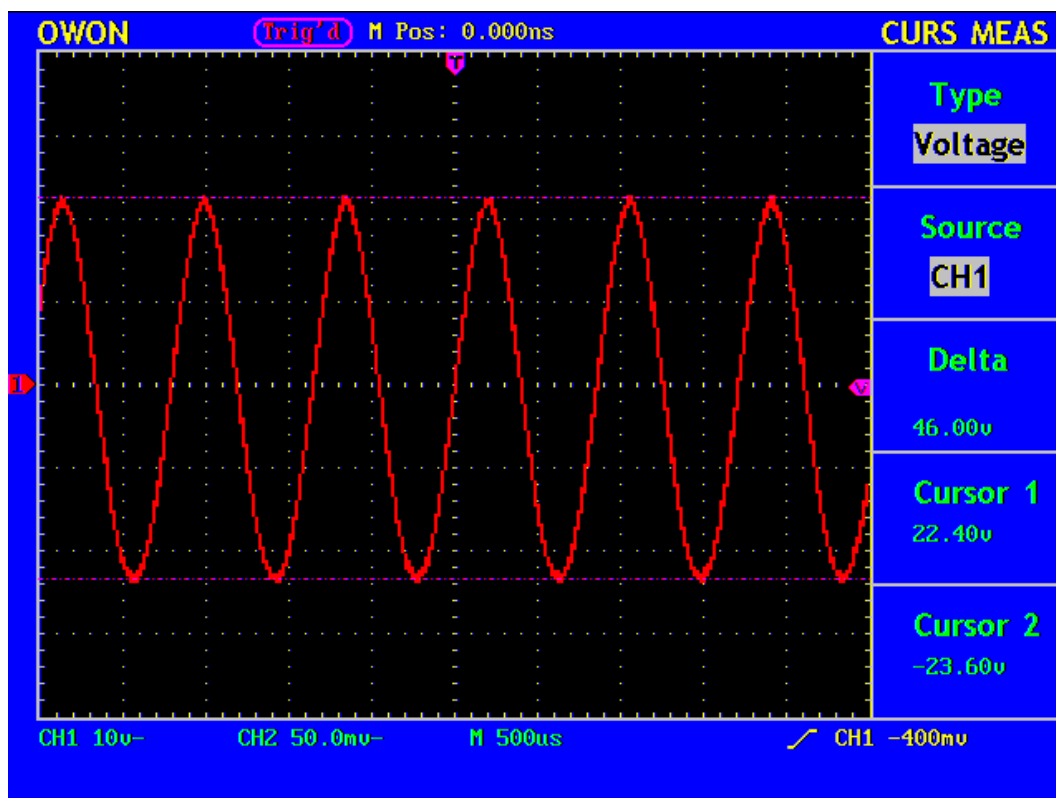

Fig. 53 電圧波形のカーソル測定
4. 増大したウィンドウに表示されたカーソル 1 とカーソル 2 の電圧差の値で測定された波形にしたがって、CURSOR1 と CURSOR2 の位置を調節します。Cursor1 のウィンドウには実行中の Cursor1 の位置が、Cursor2 のウィンドウには実行中の Cursor2 の位置が、それぞれ表示されます。(Fig.53 参照)